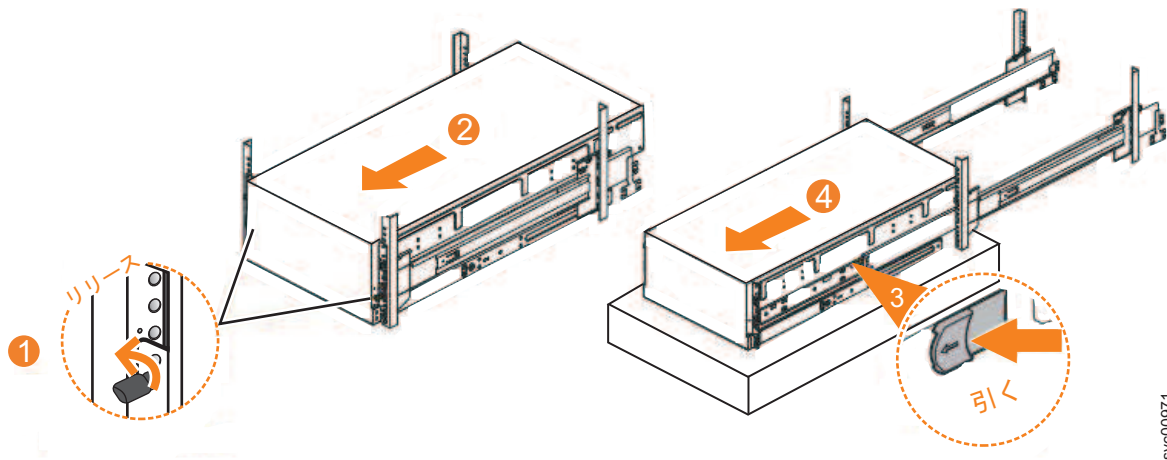

図 89. ラックからの 2076-92F エンクロージャーの取り外し
1. 図 89 に示すように、エンクロージャーの前面にあるロックつまみねじ (1) を緩めます。
2. 図 89 に示すように、エンクロージャーを手前にスライドさせてラックから慎重に外します (2)。
3. エンクロージャーの前面付近にある左右の青色の解放タブの位置を確認します。両方の解放タブを手前に引いて、ドロワー機構のロックを解除します (図 89 の 3)。
4. エンクロージャーおよび内部レール・メンバーをスライドさせてラックから取り出します (図 89 の 4)。